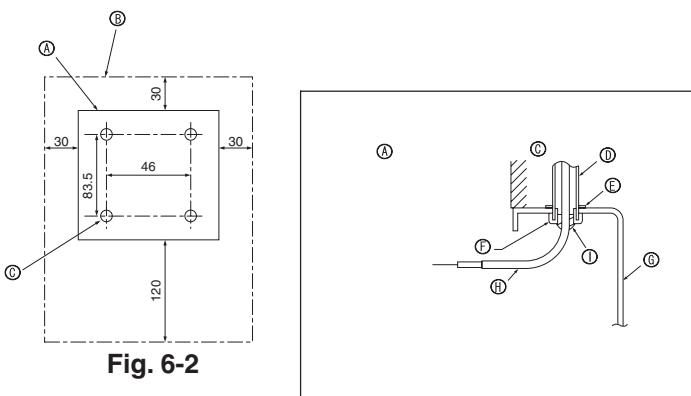

Fig. 6-2
(1) Selecione uma posição de instalação do controlo remoto. (Fig. 6-2)
[Fig.6-2]